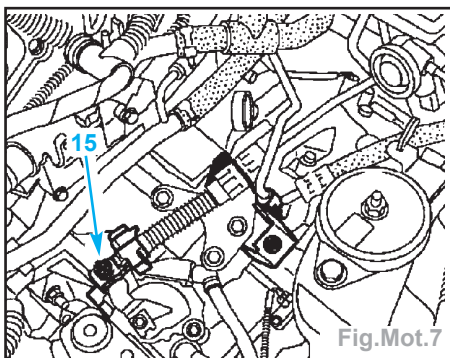

Fig.Mot.7
- Déposer la commande de boîte de vitesses (15) (Fig.Mot.7).